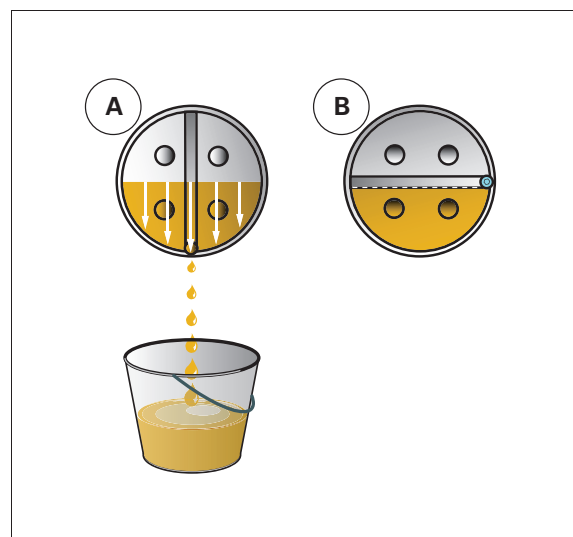

Fig. 3.
Procedimiento Gire la rueda hasta que el tapón esté alineado horizontalmente con el centro del cubo (B) *fig. 3*